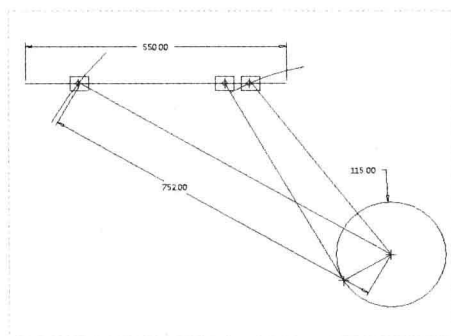

图 3-64 修改尺寸值效果
Step 04 单击“重新生成截面然后关闭对话框”按钮，系统会自动根据新尺寸重新生成，此时即可完成尺寸值的修改，效果如图 3-64 所示。